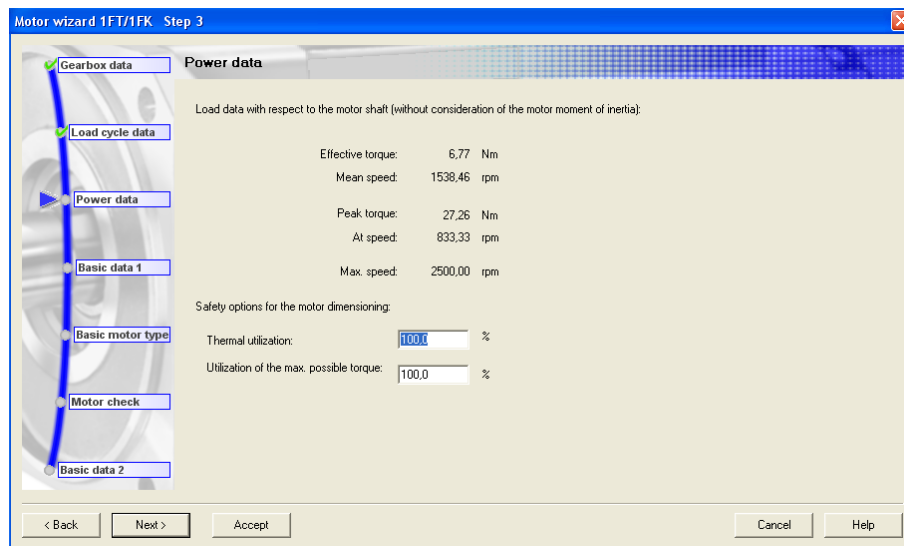

Figura 3.2.22 “Power data”
Paso 3 *Power data* (figura 3.2.22): en este paso se mostrarán los datos de potencia del motor, es decir, el par efectivo (*Effective torque*), la velocidad media (*Mean speed*), la velocidad máxima (*Max. Speed*) y el par máximo (*Peak torque*) y a la velocidad a la que se alcanzará. Además de poder configurar las opciones de seguridad para el dimensionamiento del motor, aprovechamiento térmico y utilización máxima del par. En ambos casos se debe indicar el tanto por ciento que se desee, en este caso, el 100%.